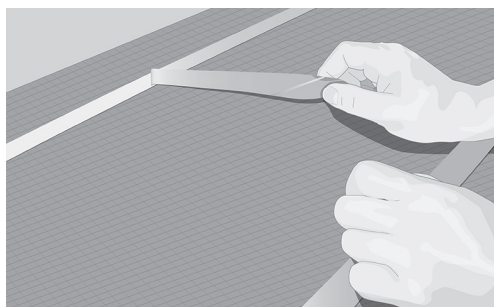

Fig. 6. Lägg ut dubbelhäftande tejp och avlägsna skyddsfilmen
10. Fäst kabeln på den dubbelsidiga tejpens och ta bort skyddsfilmen allteftersom arbetet fortskrider (Fig. 6 och 7).